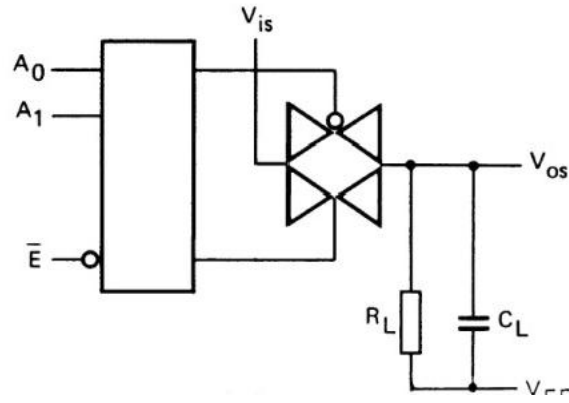

图 3
1. $R_L=10K\Omega$ 到 VEE; $C_L=50pF$ 到 VEE; $E=V_{ss}$; $V_{is}=V_{DD}$ (方波); 如图3 所示
2. $R_L=10K\Omega$; $C_i=50pF$ 到 VEE; $E=V_{ss}$; $S_n=V_{DD}$ (方波); $V_{is}=V_{DD}$ 和, R_L 到 VEE用来测量tpLH; $V_{is}=VEE$ 和 R_L 到VDD用来测量TPHL; 如图3所示
3. $R_L=10K\Omega$; $C_i=50pF$ 到 VEE; $E=V_{DD}$ (方波); $V_{is}=V_{DD}$; R_L 到 VEE; 测量 tPHZ 和 tpzH 时; $V_{is}=VEE$ 和 R_L 到 V_{op} 用来测量 tpLz和 tpzL; 如图 3 所示
6. $R_L=10K\Omega$ 到 VEE; $C_i=15pF$ 到 VEE; E 或 $S_n=V_{po}$ (方波); 干扰是 $|V_{os}|$ (峰值); 如图3 所示